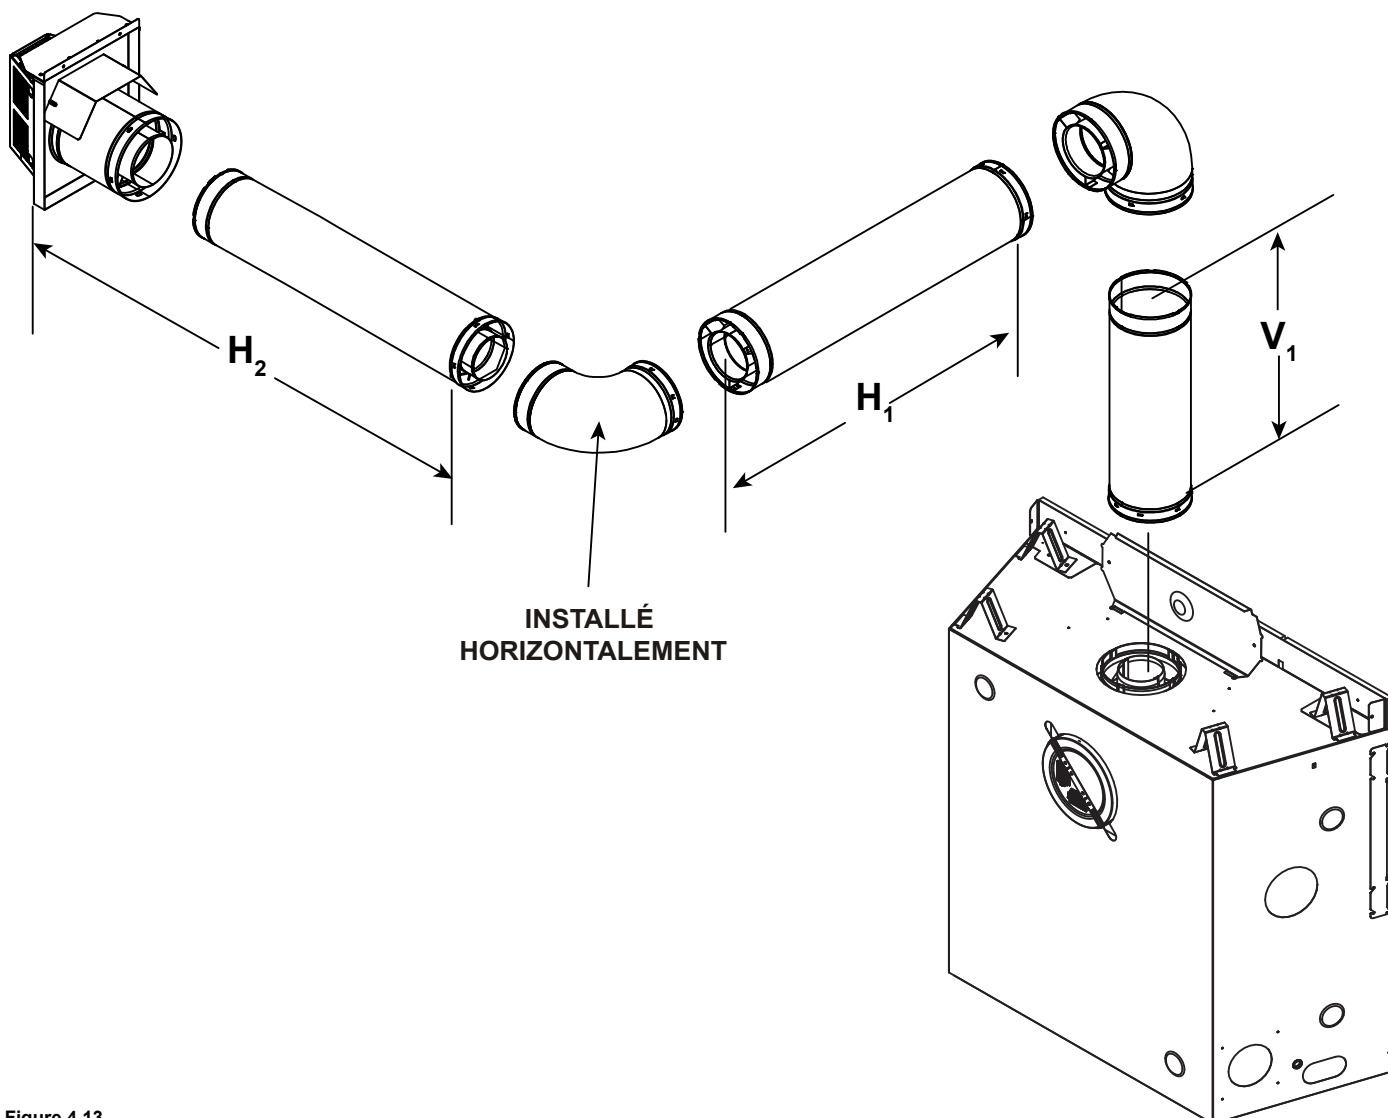

Figure 4.13
- **Évacuation supérieure** : Un maximum de quatre coudes de 90° (ou huit coudes de 45°) peuvent être utilisés quelle que soit la configuration du conduit d'évacuation. Voir la Figure 4.19. Certains coudes peuvent être installés horizontalement. Voir les Figures 4.13 et 4.18.